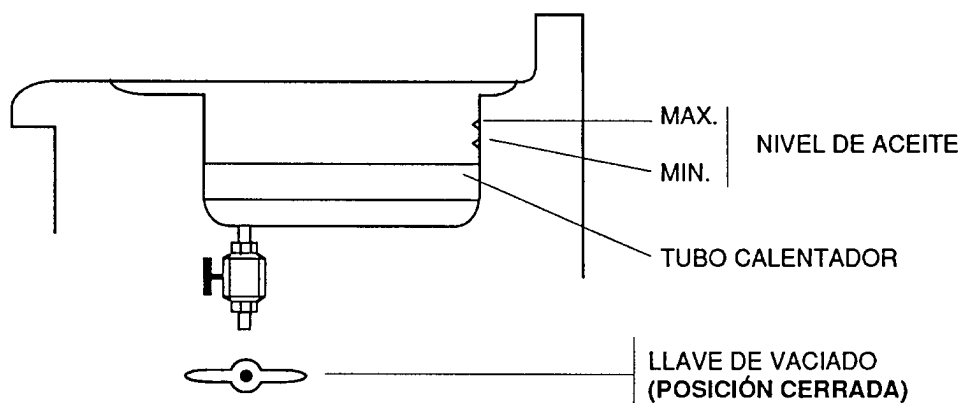

Fig.8
- Cerrar el grifo y cuando no haya quedado más agua, hechar el aceite para freir hasta la marca de MIN. sin superar la marca de MAX. (ver fig.8). En cuanto a la capacidad, ver datos técnicos.
Girar la perilla marcada con el símbolo  y luego apretar el botón de apagado  (fig.8).
Para vaciar el recipiente del aceite, abrir la puerta y abrir el grifo relativo (ver fig.8).